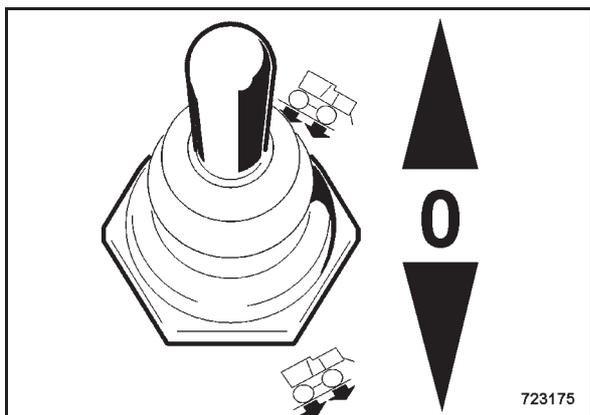

Bild 75
- Kippschalter Vibration vorwärts/rückwärts (Bild 75) in Stellung „0“ schalten.